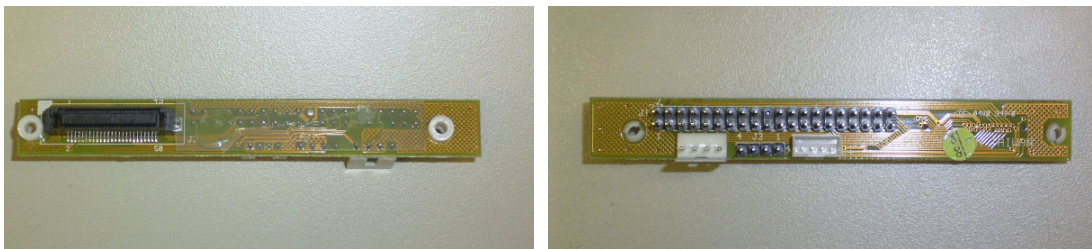

图 2.8: 用于薄型光驱的转接器
4. 安装薄型光驱前, 请先将转接器 (附件盒内) 连接至光驱后部, 并用 2 个螺丝进行固定 (如图 2.8 所示)。